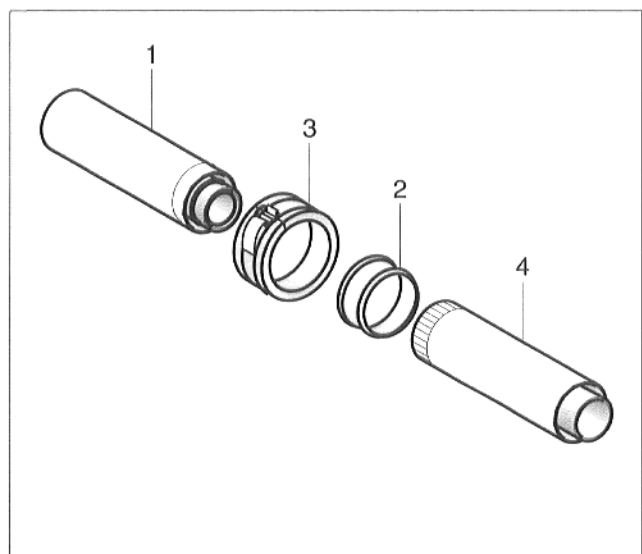
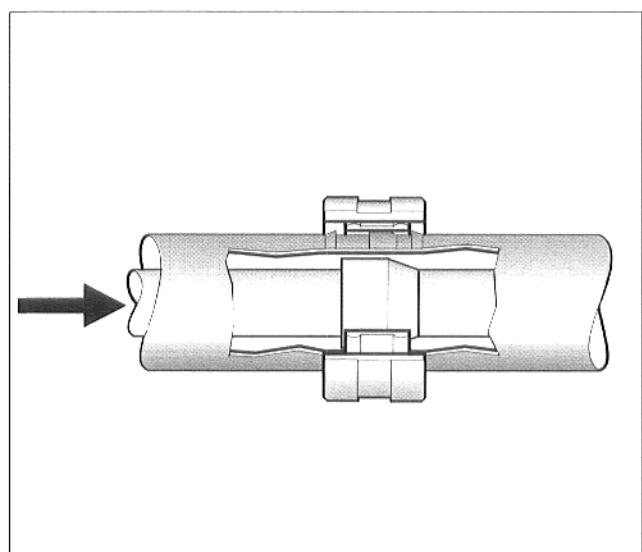

Abb. 7 Verbindung der konzentrischen Rohre
Abb. 8 Rohrverbindung
- Blaue Silikondichtung im Rohr 1 (Abb. 7, Pos. 1) leicht einfetten.
- Silikonmanschette (Abb. 7, Pos. 2) und Klemmband (Abb. 7, Pos. 3) über Rohr 1 schieben.
- Rohr 1 und Rohr 2 (Abb. 7, Pos. 4) mit leichter Drehbewegung ineinanderschieben. Rohre und Formstücke so zusammenstecken, daß die Muffe in Richtung des Abgasstromes zeigt (Abb. 8).
- Klemmband über die Verbindungsstelle schieben und verschließen. Darauf achten, daß das Klemmband über den Wülsten der Rohre liegt (Abb. 8).
- Klemmband (Abb. 7, Pos. 3) öffnen und über Rohr 1 (Abb. 7, Pos. 1) schieben.
- Silikonmanschette (Abb. 7, Pos. 2) über Rohr 1 schieben.